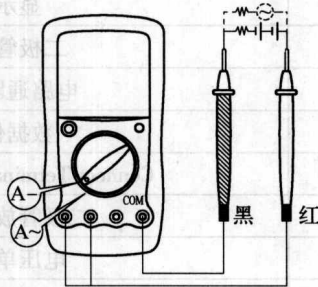

图 1-6
- (2) 交流电压测量:操作方法类同于直流电压测量。
- (3) 直流电流测量:直流电流测量的连接方法如图 1-6 所示。